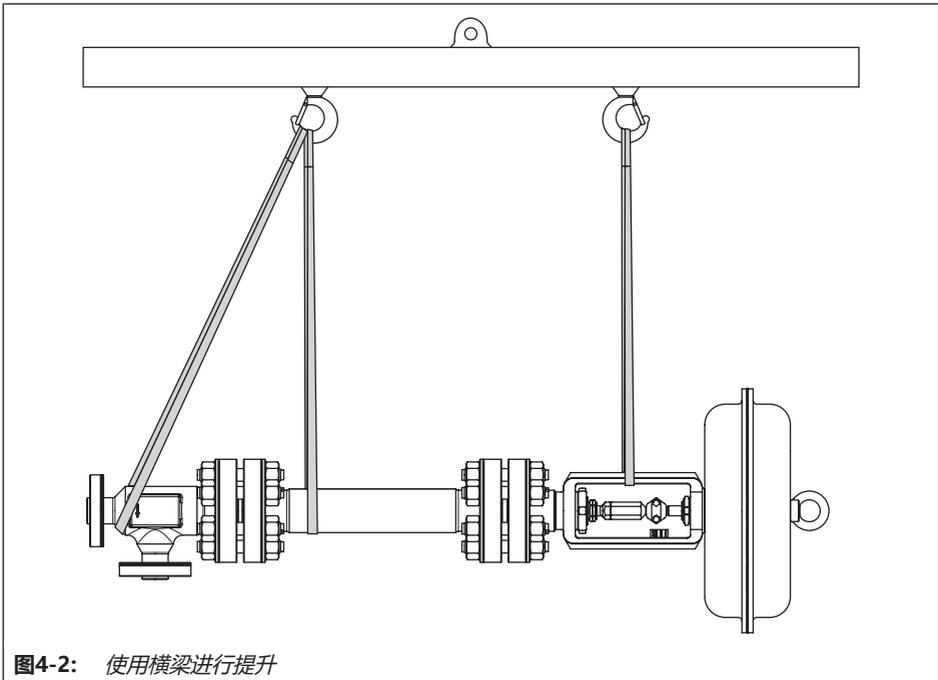

图4-2: 使用横梁进行提升
可使用一个挂钩（图4-1）或使用横梁上多个挂钩（图4-2）在水平位置中提升控制阀。
1. 将一根吊索附接至阀体、阀盖和执行机构支架以及起重机的索具设备（例如，挂钩）（请参见图4-1和图4-2）。